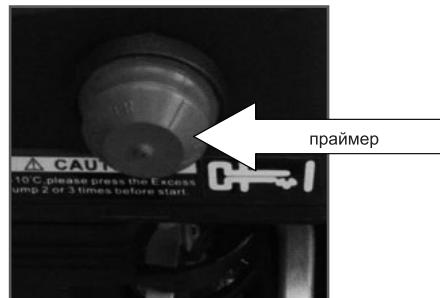

Рис.33
4. Нажмите на праймер подкачки топлива три раза. При запуске теплого двигателя праймер нажимать не надо (Рис.33).